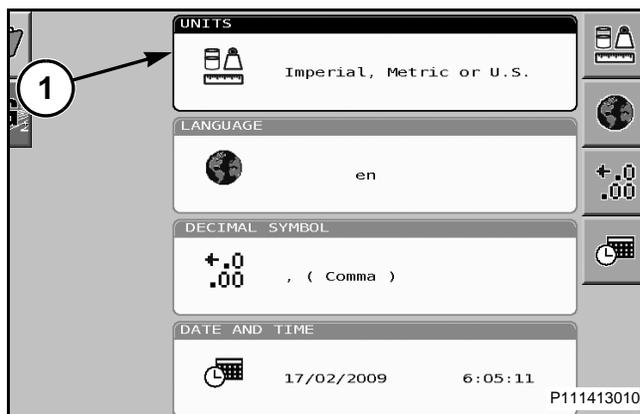

FIG. 62
FIG. 62: Para seleccionar las unidades, desplácese hasta la casilla de unidades (1) para resaltarla y a continuación presione el botón de la rueda de selección para seleccionarla.